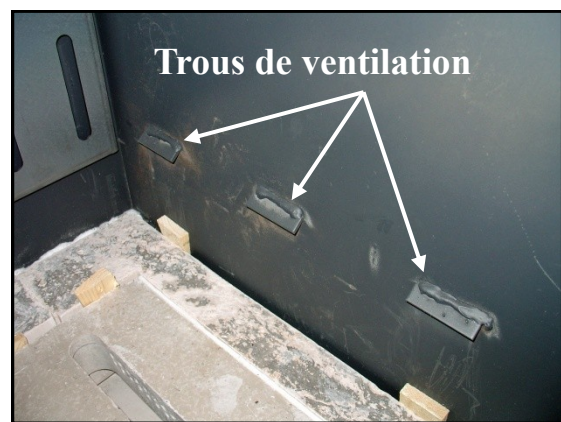

Fig. 4.11 Les trous de ventilation d'air primaire
3. Vérifiez les orifices de ventilation de l'air primaire (Fig.4.11) pour débit d'air libre.